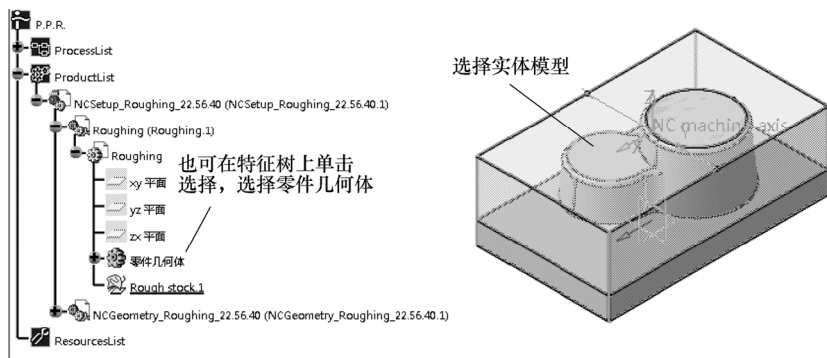

图 2-21 创建目标加工零件
(1) 目标加工零件(“Design part for simulation”) 表示加工完成后的零件，最好将其选作一个实体。创建目标加工零件如图 2-21 所示。其步骤如下：